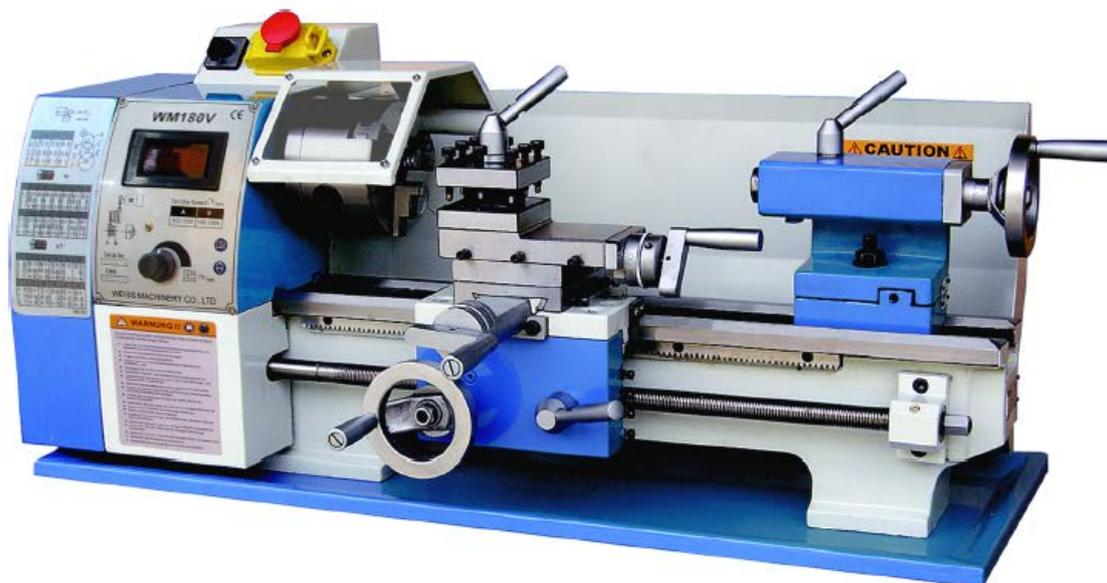

Рис. 1.
2.1. Станок настольный токарный модели WM180V (Рис. 1) предназначен для различных видов механической обработки деталей типа тел вращения из черных и цветных металлов, их сплавов, пластмасс и др. материалов.